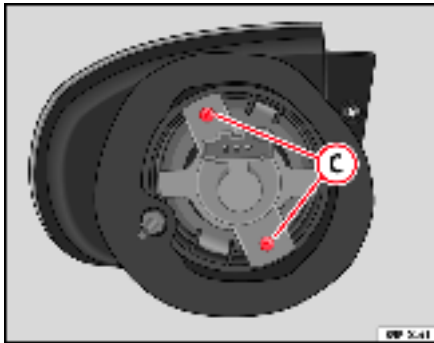

Fig. 192 Feu clignotant
- Dévissez les vis ⇒ page 275, fig. 192 **C** des porte-lampes et tirez dessus.
- Dévissez les vis ⇒ fig. 192 C des porte-lampes et tirez dessus.